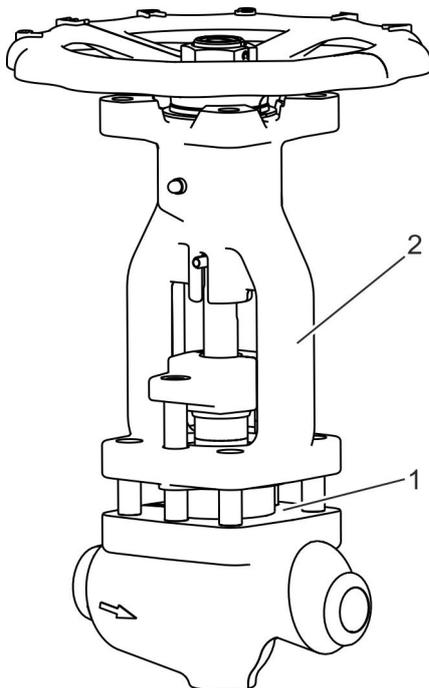

Abb. 24: Muttern positionieren
7. ➤ Zwei gleich hohe Distanzstücke gegenüberliegend zwischen Gehäuse (Abb. 24/1) und Bügelaufsatz (Abb. 24/2) positionieren.